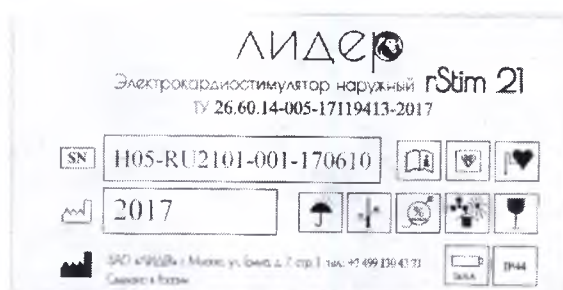

Рисунок 14- Маркировочная табличка ЭКС наружного rStim®
1.6.2 На маркировочной табличке изделия указаны данные согласно Таблице 7 и рис.14:
1.6.3 Пример маркировочной таблички изделия представлен на рис. 14.